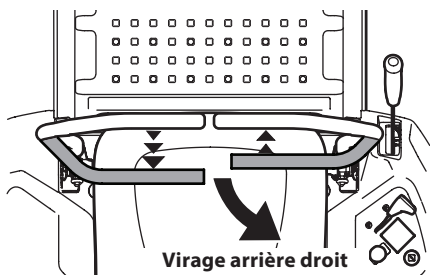

Figure 28
2. Pour faire demi-tour en marche arrière, déplacez le levier de contrôle droit en avant du levier de contrôle gauche. Consultez la Figure 28.